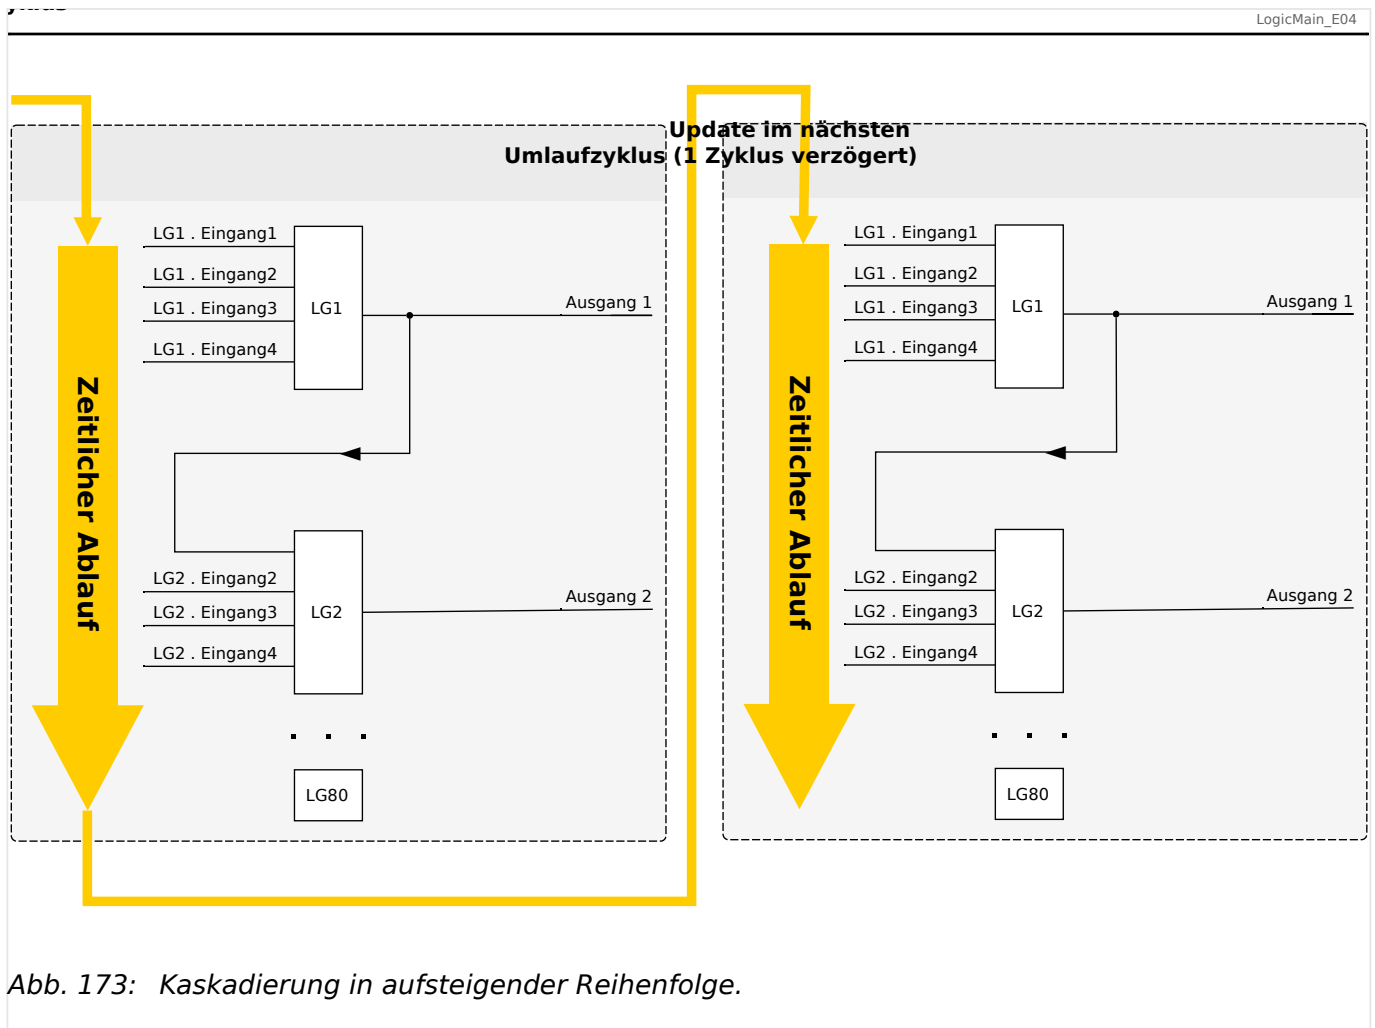
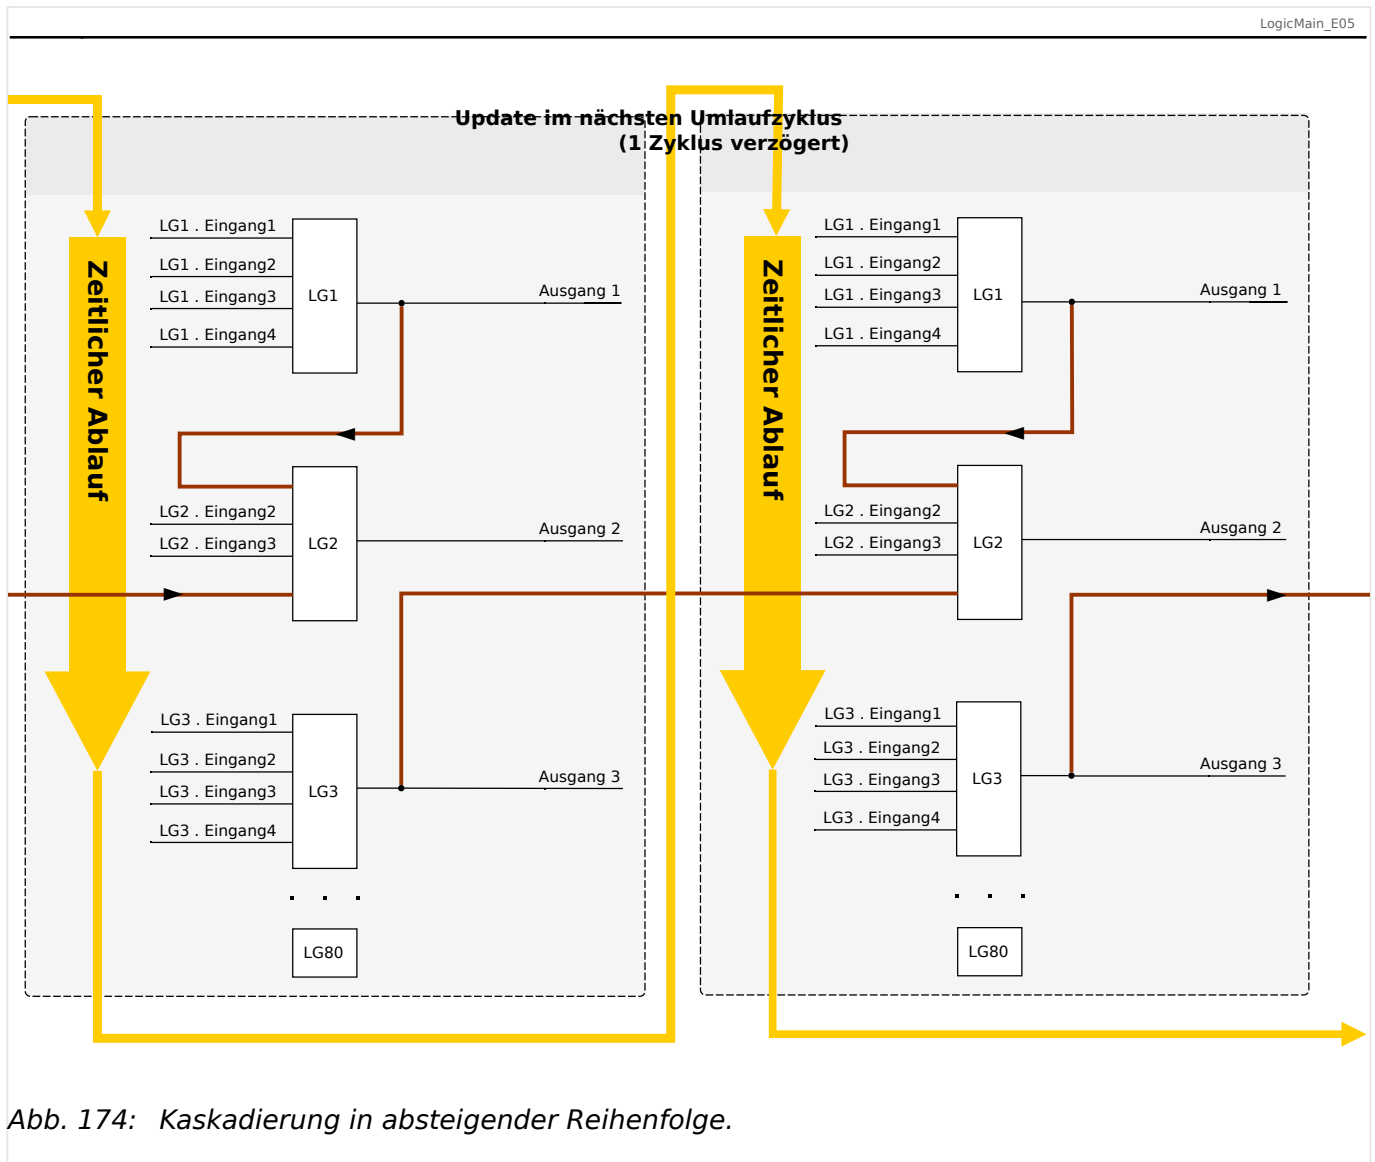

Abb. 173: Kaskadierung in aufsteigender Reihenfolge.
Abb. 174: Kaskadierung in absteigender Reihenfolge.
- Kaskadierung in **aufsteigender** Reihenfolge bedeutet, dass der Ausgang einer Logikgleichung auf den Eingang einer Logikgleichung mit **höherer** Nummer rangiert wird. Das Diagramm →Abb. 173 weiter unten zeigt ein Beispiel, bei dem der Ausgang von LG1 auf einen Eingang von LG2 rangiert wird.
- Kaskadierung in **absteigender** Reihenfolge bedeutet, dass der Ausgang einer Logikgleichung auf den Eingang einer Logikgleichung mit **niedrigerer** Nummer rangiert wird. Das Diagramm →Abb. 174 zeigt ein Beispiel, bei dem der Ausgang von LG3 auf einen Eingang von LG2 rangiert wird.
Bei der Konfiguration des Schutzgerätes bestehen keinerlei Einschränkungen oder Unterschiede zwischen aufsteigender und absteigender Reihenfolge. Da allerdings während der Laufzeit des MCDTV4 die Logikgleichungen in aufsteigender Reihenfolge ausgewertet werden, haben die resultierenden Ausgangswerte, die am Eingang der Logikgleichung anstehen, ein unterschiedliches „Alter“, wie in →Abb. 173 und →Abb. 174 veranschaulicht wird.
Das in Abb. 174 gezeigte Beispiel zeigt eine Konfiguration von „Logikgleichung 2“, die den Ausgang von zwei weiteren Logikgleichungen, „Logikgleichung 1“ und „Logikgleichung 3“, als Eingangszustände verwendet. Hierbei ist der Ausgang von „Logikgleichung 1“ in aufsteigender Reihenfolge verwendet, sodass der Wert in jeweils demselben Prozesszyklus ermittelt wird. Der Ausgang von „Logikgleichung 3“ wird in absteigender Reihenfolge verwendet, sodass der Wert in dem jeweils vorherigen Prozesszyklus ermittelt wurde.